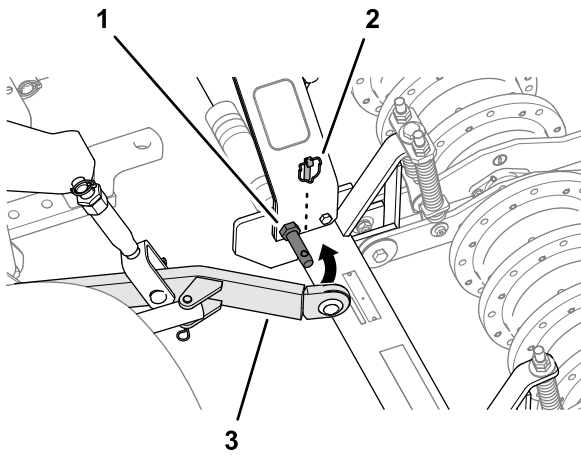

Figura 17
4. Coloque el aireador de modo que los brazos de acoplamiento inferiores de la unidad de tracción queden alineados con los pasadores del brazo de elevación del aireador (Figura 17).
5. Monte los brazos de acoplamiento inferior en los pasadores de los brazos de elevación y fije los brazos con los pasadores de seguridad (Figura 17).